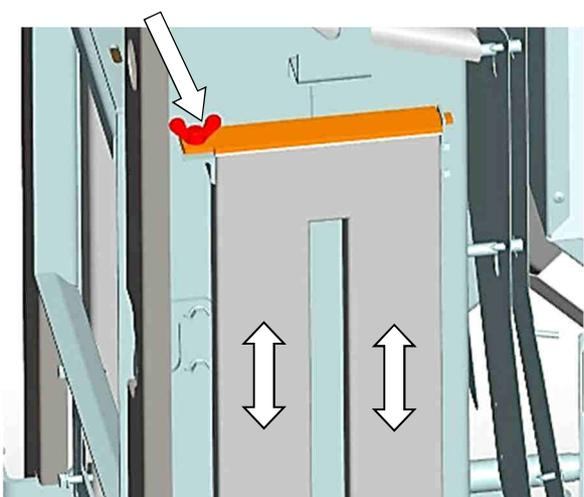

Fig. 53: nettoyage des tirages des gaz de combustion extérieurs
7. Nettoyer les tirages des gaz de combustion extérieurs à gauche et à droite avec la brosse de nettoyage fournie. Pour cela, dévisser l'écrou à oreilles et retirer le couvercle. (Fig. 53).